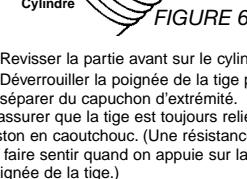

FIGURE 6
5. Pousser la cartouche de graisse dans le cylindre jusqu'à ce que le bord de l'extrémité à joint à languette touche le bord du cylindre (voir figure 6). Retirer alors le joint à languette de l'extrémité de la cartouche.